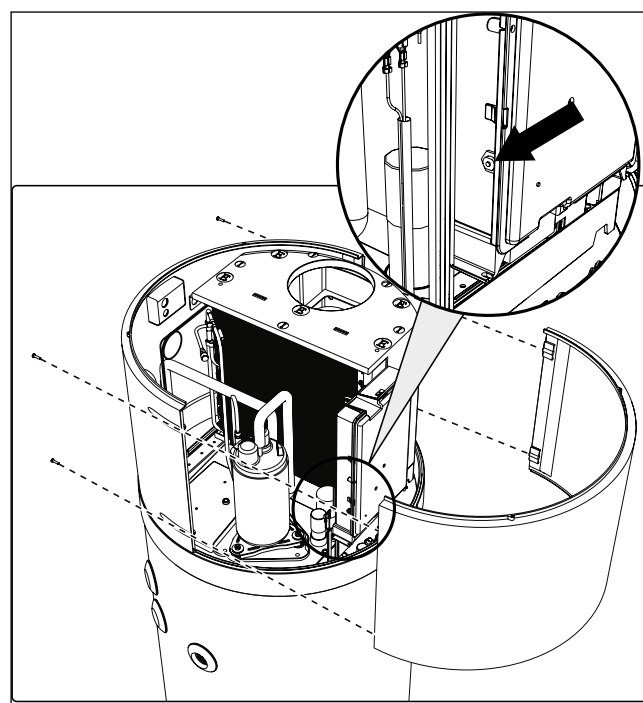

fig. 75- Retrait du panneau avant
- Retirez le panneau avant et réinitialisez manuellement le thermostat de sécurité déclenché (fig. 75). En cas d'intervention, la broche centrale du thermostat dépasse d'environ 2 mm.